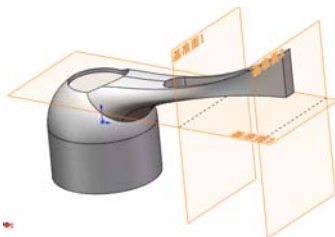

图 6-107 拉伸切除后的图形
**35** 设置视图方向。单击“前导视图”工具栏中的“等轴测”图标, 将视图以等轴测方向显示, 结果如图 6-107 所示。